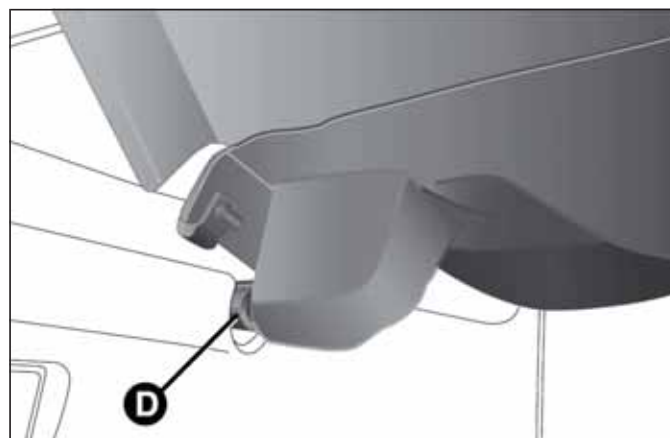

fig. 85
- ☐ soltar los pernos D fig. 85 situados en el exterior de la repisa, y luego desmontar la bandeja B tirando de ella hacia arriba;